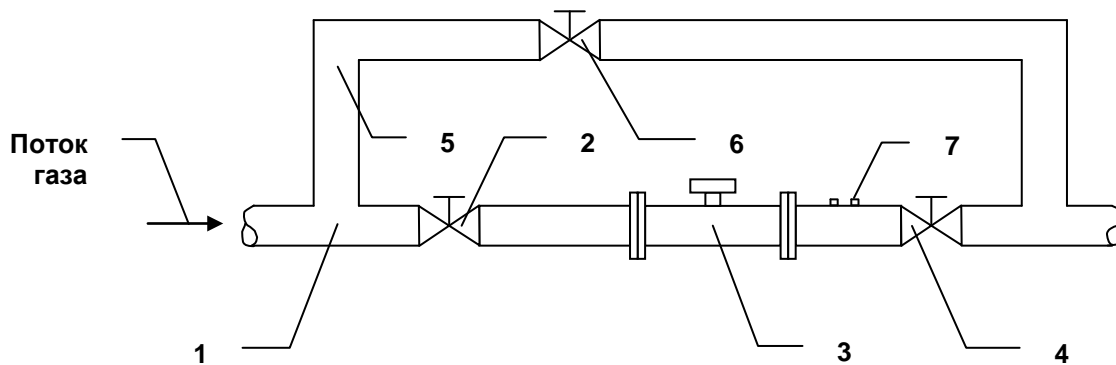

Рис. 4. Установка счетчика без перепускного канала
- 3.13.4. В трубопроводах с давлением до 16 атм применение перепускного канала необязательно. Для этого случая рекомендуется схема установки, приведенная на рис. 4. Наличие вентиля 2 является обязательным. Он позволяет отключить счетчик в случае его повреждения, облегчает ввод счетчика в эксплуатацию в протяженных или сложных трубопроводах.
6.1. До начала пуска счетчика все вентили на трубопроводе (см. рис. 4, 5) должны быть закрыты.
6.4. Пуск счетчика без перепускного канала (см. рис. 4)